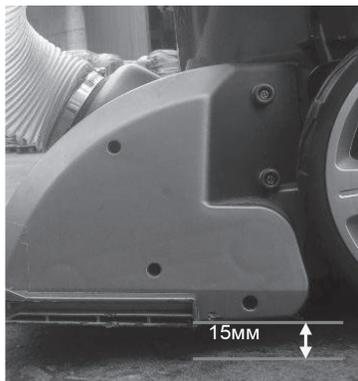
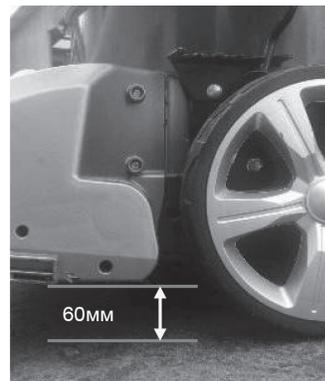

Рис. 43
Рис. 44
• Перемещая рычаг вперёд/назад, выберите одну из пяти установок рабочей высоты, в зависимости от ситуации и предстоящим видом работ, от минимальной (рис. 43), до максимальной (рис. 44).